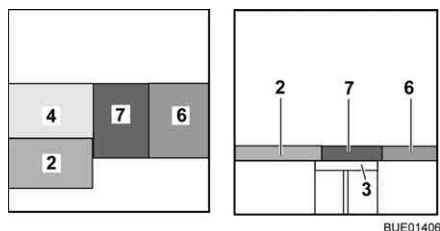

Fig. 150 Dopo la trasformazione
- Posizionare il cuscino del divano (Fig. 150,7) al centro.
- Posizionare il cuscino dello schienale (Fig. 150,6) tra il cuscino del divano e la parete.